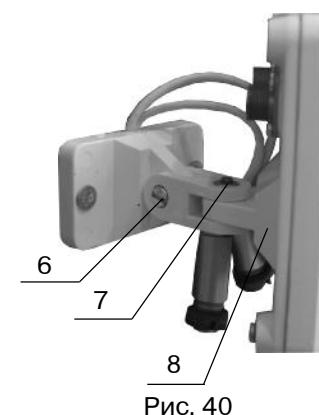

Рис. 40
- ослабьте на кронштейне винт 6, открутите винт 7 (рис. 40);